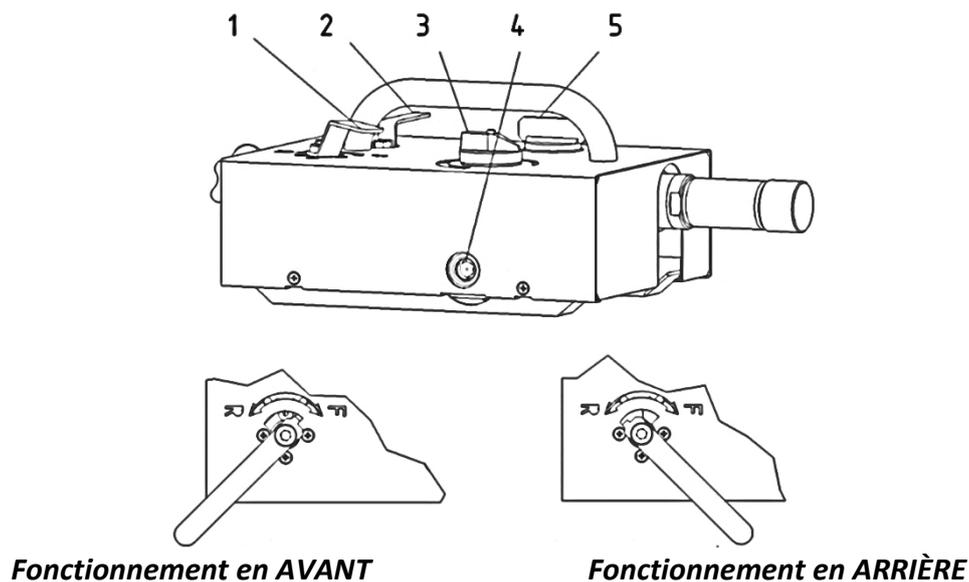

Fig. 8.4.1
Le dispositif de lubrification (Fig. 8.4.1) est équipé de :
- Vanne de réglage **1**. La position du levier de la vanne de réglage et la direction correspondante du fonctionnement sont présentées à la figure 8.4.1.
*Il est interdit de reculer la machine lorsque la vanne de réglage du débit d'air (item 2 selon la fig. 8.4.1) est à la position maximale. La vanne doit être mise à la position max. de ¾ ouverte.*